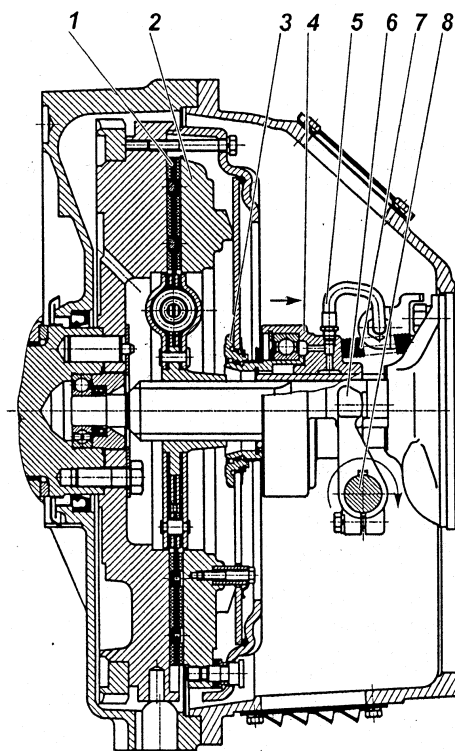
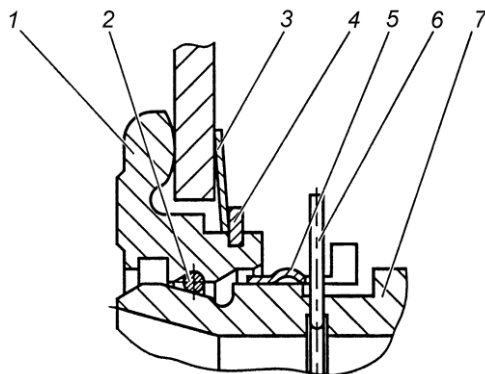

Рис.3. Сцепление моделей ЯМЗ-181, ЯМЗ-182:
Рис.5. Запорное устройство:
Диафрагменное сцепление моделей ЯМЗ-181 и ЯМЗ-182 (рис. 3) состоит из ведущих и ведомых частей, а также деталей механизма выключения сцепления, устанавливаемых на коробку передач.
Механизм выключения сцепления состоит из муфты 4 (рис. 3) с подшипником, вилки 6 и валика 8. Муфта соединена через упорное кольцо 3 с диафрагменной пружиной с помощью запорного устройства.
Оттяжная пружина 7 (рис. 3) исключает проворот и осевые перемещения втулки 7 (рис. 5) относительно упорного кольца 1 (рис. 5). По мере износа фрикционных накладок муфты выключения сцепления 4 (рис. 3) перемещается вместе с пружиной в сторону маховика, при этом конструкция привода выключения сцепления автомобиля или другого транспортного средства обеспечивает поворот вилки 6 (рис. 3) по часовой стрелке после выбора зазора между лапками вилки и муфтой за счет периодической регулировки привода или постепенный поворот за счет конструкции гидропривода.
Конструкция запорного устройства показана на рис.5. Она включает в себя упорное кольцо 1, втулку 7 подшипника муфты с фасонной канавкой, пружинное кольцо 2 круглого сечения, а также замковое кольцо 5.
Выключение сцепления обеспечивается поворотом вала по часовой стрелке. Допустимое направление перемещения муфты и поворота вала для выключения сцепления показано на рис. 3 стрелками. Перемещение муфты и поворот вала в обратном направлении не допустимо.
5. С помощью специальной оправки сцентрировать кольцо 3 (рис. 3) относительно оси коленчатого вала двигателя.
2. Убедиться что муфта выключения сцепления отведена до упора в крышку подшипника первичного вала коробки передач пружиной 7 (рис. 3).